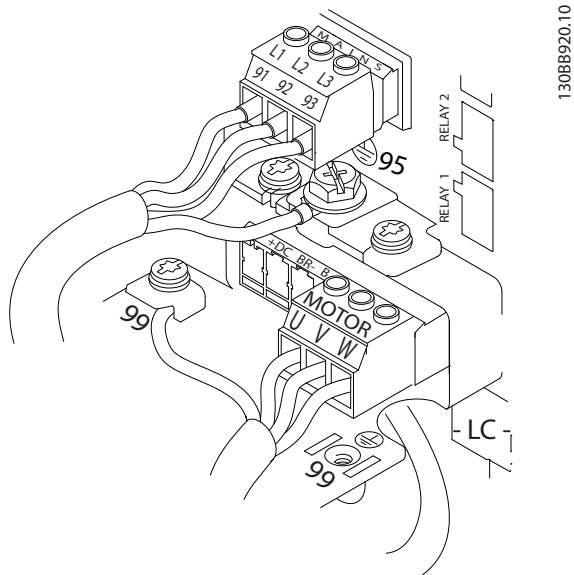

Bild 2.8 Exempel på kabeldragning för motor, nät och jordning
Bild 2.8 representerar nätingång, motor och jordning för standardfrekvensomformare. Verkliga konfigurationer kan variera med enhetstyper och tillvalsutrustning.
- Anslut 3-fasmotorkablar till plint L1, L2 och L3 (se Bild 2.8).